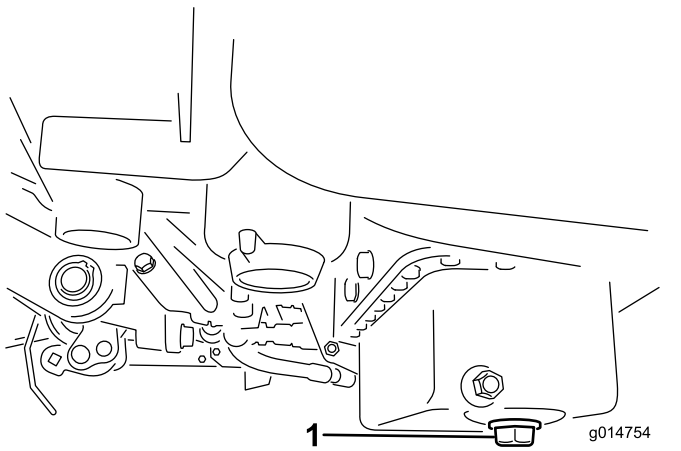

Figure 31
1. Retirez le bouchon de vidange et laissez couler l'huile dans un bac de vidange. Remettez le bouchon quand la vidange est terminée (Figure 31).